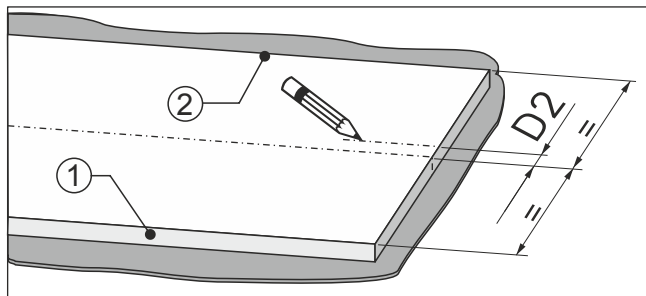

Fig. 96
- Mät från mitten av möbelfronten ett mått Fig. 96 (D2) i riktning mot dörranslags-sida Fig. 96 (2).